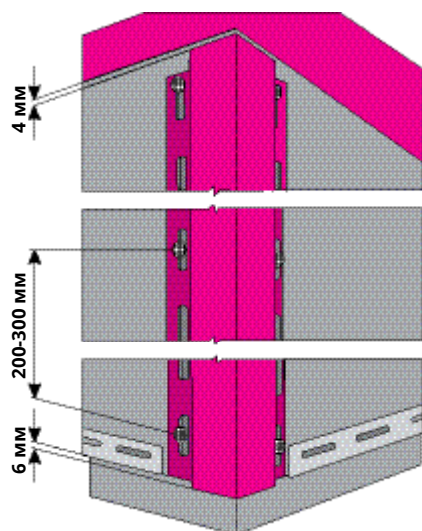

рис. 11
- для монтажа доборных элементов 200-300 мм друг от друга (рис.11).
Вертикально монтируемые элементы винилового сайдинга: внутренний, наружный угол, Н-профиль вывешивается на двух саморезах в верхних перфорационных отверстиях; финишная планка, околооконная планка, J-фаска, J-профиль широкий, вертикально монтируемый сайдинг вывешивается на одном саморезе в верхнее перфорационное отверстие и висит на нем (рис.11). Все остальные саморезы необходимо фиксировать строго в центр перфорационных отверстий с интервалом 200-300 мм, для вертикально монтируемого сайдинга интервал 300-400 мм. В верхней части вертикально монтируемого элемента винилового сайдинга необходимо оставить зазор для теплового расширения 4 мм. В нижней части, до отлива/отмостки 6 мм. Между шляпкой самореза и панелью/доборным элементом необходимо оставить зазор 1 мм. Виниловый сайдинг, софиты и доборные элементы после монтажа должны быть подвижны.